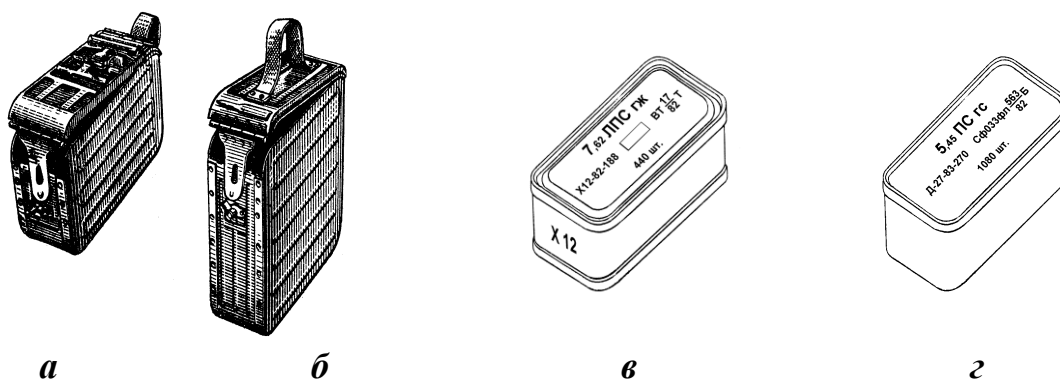
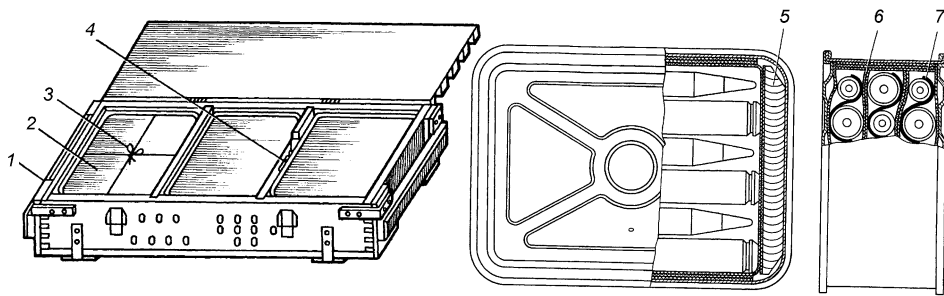

Рис. 5. Коробки з боєприпасами:
Рис. 6. Пакування 30-мм патронів до гармати 2А42:
- розкриття дерев'яних ящиків і виймання з них металевих коробок з патронами до гармати 2А42 (Рис. 6) та патронами до кулеметів (рис. 5);